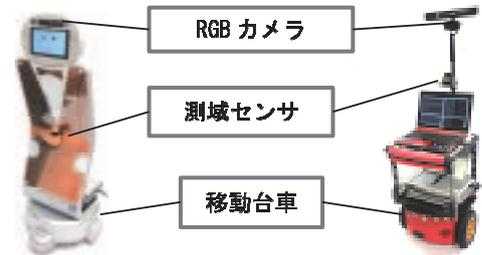

図 1. 2 台のカメラマンロボット
(2) 課題解決のためのシステム化技術
(3) カメラマンロボットの実現：部分的な実装ではなく一連の作業を実現することが重要である。
- 図 1 に示すロボットにおいては、ロボットが人を見つけ、顔が中央に来る位置に移動し、声掛けして写真を撮り、印刷する。成功率は現状 7 割程度である。